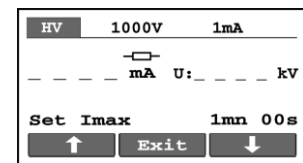

Fig.6. Meny för val av trippström
- Trippström (utlösningström) (fig. 6)